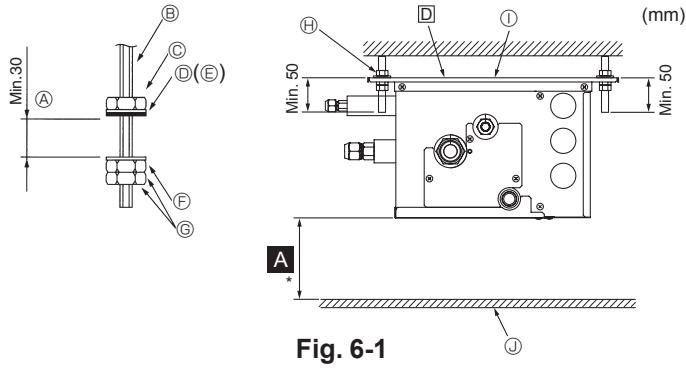

Fig. 6-1
- (2) Rondelaları ve somunları (①, ②, bulunduğunuz yerden temin edin) askı civatalarına takın. (Fig. 6-1)
- (3) Üniteyi, askı civatalarına asın.
- (4) Somunları sonuna kadar sıkın (tavan yüksekliğini kontrol edin).
- (5) Şube kutusunu yatay olarak hizalamak için bir su terazisi kullanın.